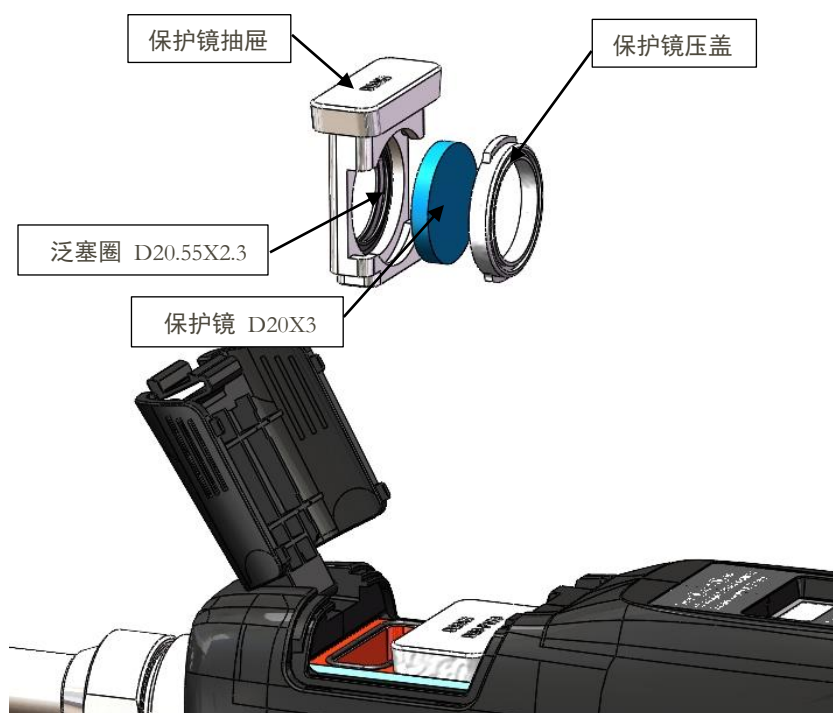

图 10 HW980 保护镜片拆分示意图
- (1) 如图10，捏住抽屉式镜座两边缓缓拉出保护镜抽屉；
- (2) 旋转90° 取下保护镜压盖；拿出镜片；
- (3) 清洁镜片、保护镜抽屉和密封圈，如密封圈已损坏需换一个的；
- (4) 将擦拭干净（或更换）的镜片（不分正反面）安装到抽屉式镜座里；
- (5) 装回保护镜压盖；
- (6) 将保护镜座重新插回焊接头。